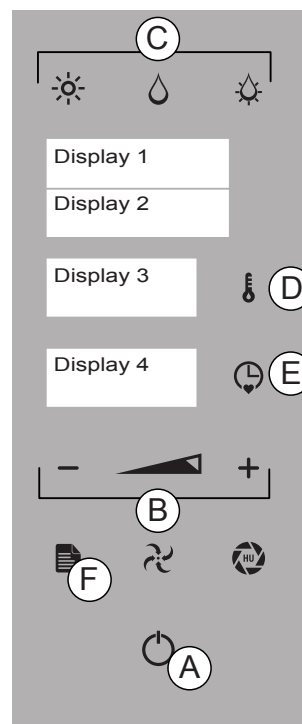

Fig.1
5. Stel de kookmodus (Afb.1/C), de temperatuur van de sonde (Afb.1/E) en de gewenste parameters voor de interne kernsonde in (zie hoofdstuk 5).
6. Druk op de toets "TIJD" (Afb.1/E) en stel de kookmodus (Afb.1/C), de temperatuur van de sonde (Afb.1/E) en de gewenste parameters voor de externe kernsonde in (zie hoofdstuk 5).
7. Druk op de toets "TIJD" (Afb.1/E) en de toets "TEMPERATUUR" (Afb.1/D) om de temperatuur van het ovencompartiment in te stellen. Druk op de toets "TEMPERATUUR" om te bevestigen.
Druk op de toets "ENTER" (Afb.1/A) om de functie te starten.
8. Druk om de functie af te sluiten op de toets "MENU" (Afb.1/F).